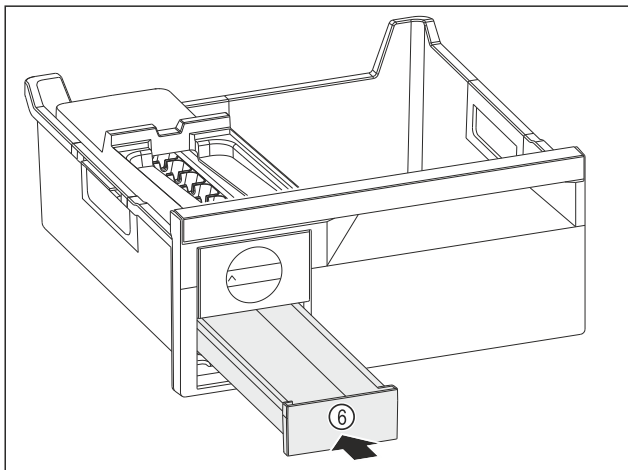

Fig. 188
- ▶ Skub isterningeskuffen Fig. 188 (6) ind.